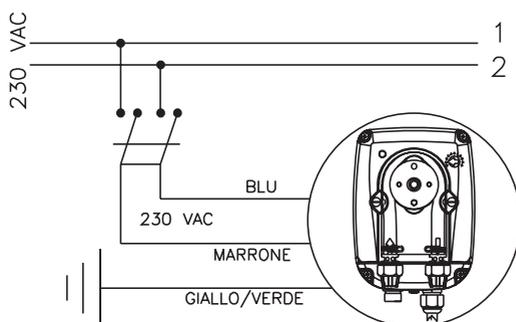

Fig. 4
1. Assicurarsi che la stessa sia disattivata elettricamente (entrambe le polarità) staccando i conduttori dai punti di contatto della rete attraverso l'apertura dell'interruttore onnipolare con distanza minima tra i contatti di mm 3 (fig.4).
1. Assicurarsi che la stessa sia disattivata elettricamente (entrambe le polarità) staccando i conduttori dai punti di contatto della rete attraverso l'apertura dell'interruttore onnipolare con distanza minima tra i contatti di mm 3 (Fig. 4).
b.- Rispettare le norme in vigore nei diversi paesi per quanto riguarda l'installazione elettrica (Fig. 4).